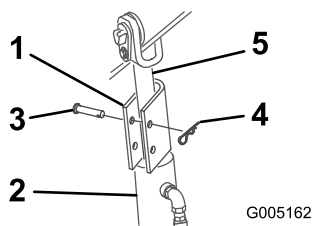

Figura 25
4. Coloque un bloqueo de cilindro sobre la varilla de cada cilindro de elevación (Figura 25).
5. Fije cada bloqueo de cilindro con un pasador y una chaveta (Figura 25).